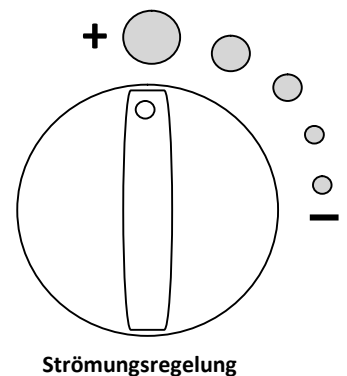

Abbildung 3
6. Das Stromregelventil muss sich in voll geöffneten Stellung befinden. **(Abbildung 3)**